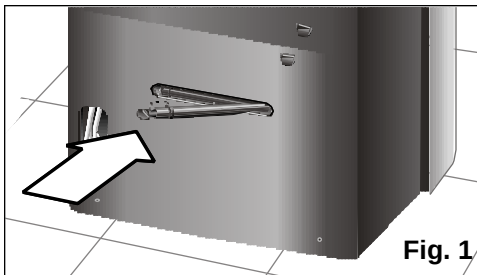

Fig. 1
- ❑ Asegúrese de que el tapón del desagüe esté bien metido, ya que puede haberse soltado durante el transporte, **Fig. 1**.
- ❑ Comprobar que el tapón, **Fig. 1**, esté situado en el tubo de desagüe para evitar que el agua pueda salir al exterior mojando la superficie de apoyo.